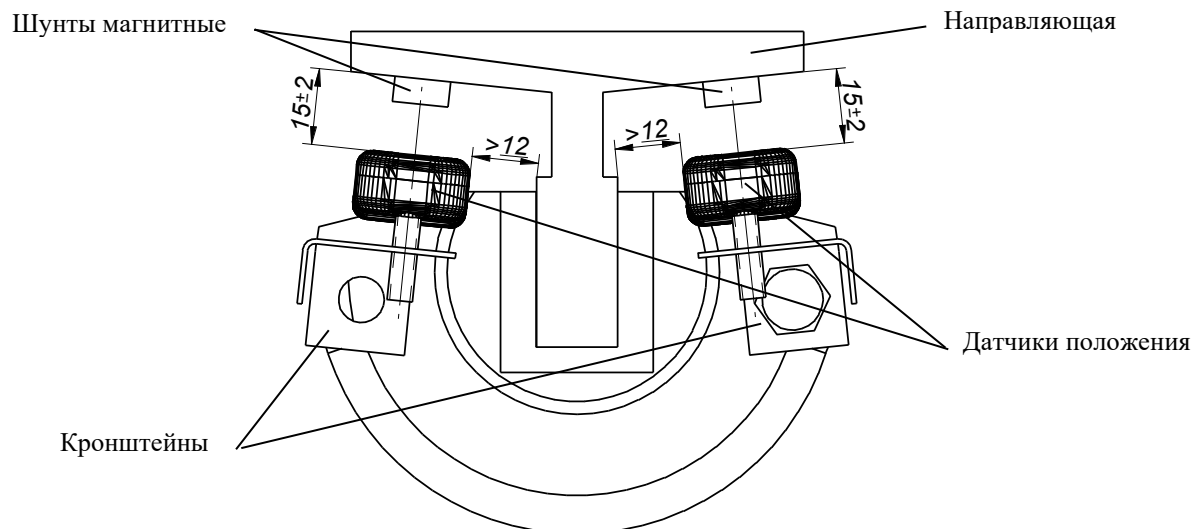

Рис. 3
6.3. Каждый датчик установить на своем кронштейне с помощью шпилек на датчике и гаек. Для правильной работы датчиков необходимо отрегулировать зазор между поверхностью датчика и плоскостью установки шунтов с помощью регулировки гаек, а также обеспечить четкое совпадение оси датчика и оси шунтов, как показано на Рис. 3.